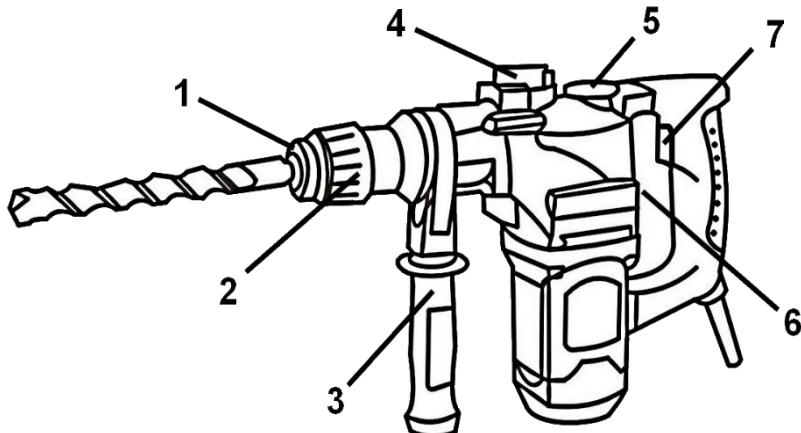

Рисунок 1
4.1 Виберіть необхідний режим роботи виробу за допомогою перемикачів (4) та (6) (див.рисунок 1).
4.2 Для ввімкнення виробу натисніть на курок вимикача (7) (рис.1). Для відключення виробу слід курок відпустити.